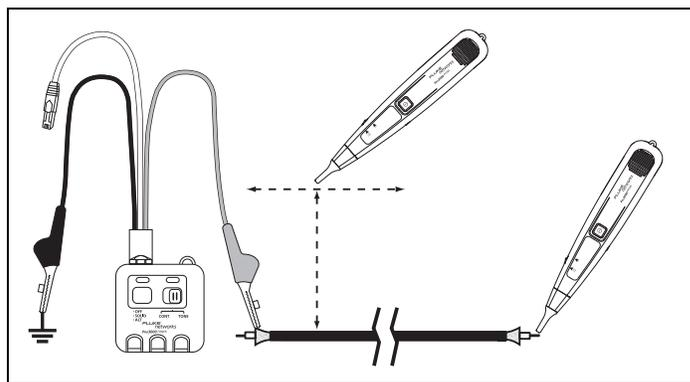

Рис.3. Трассировка кабелей
- 2 Подсоедините красный тестовый шнур к проводу неизвестного кабеля (Рис. 3).